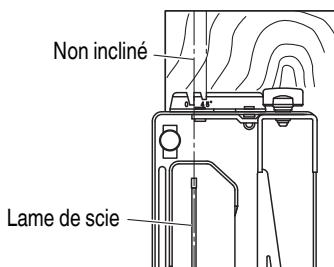

Fig. 11 <Vue supérieure>
- (1) Placer le socle sur le matériau, puis aligner la ligne prémarquée et la lame de scie avec la découpe sur le devant du socle (Fig. 11).
- (2) Lorsque le socle n'est pas incliné, utiliser la grosse découpe (Fig. 11 et 12). Si le socle est incliné (45 degrés), utiliser la petite découpe (Fig. 11 et 13).